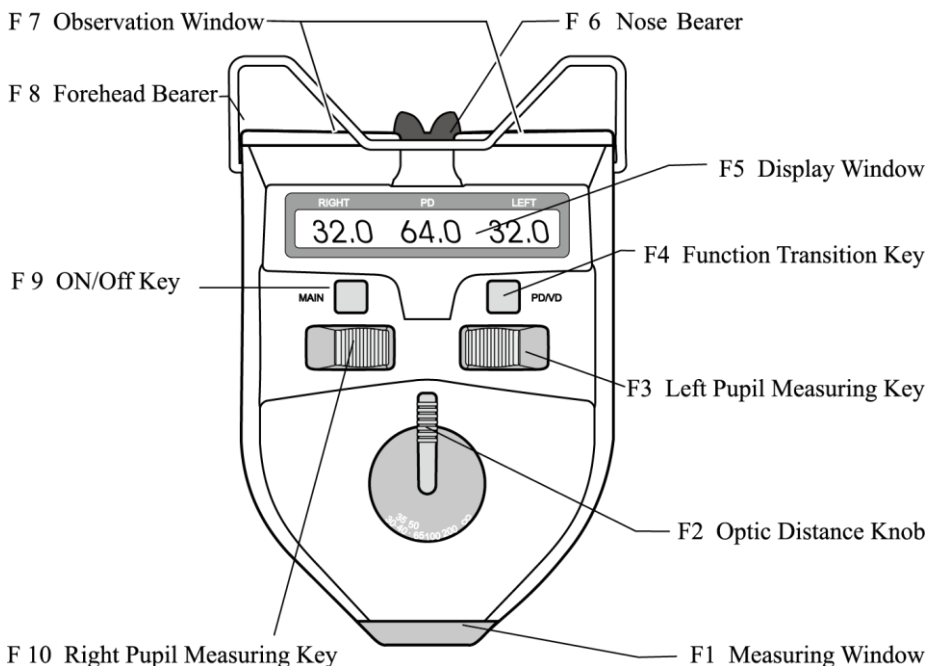

Figure 1
e. Afin de mesurer la distance pupillaire à différentes distances optiques, veuillez d'abord tourner le bouton de distance optique (comme indiqué sur la Fig.1 NO.2) sur vos distances optiques, puis effectuez votre mesure. Cet appareil définit différents emplacements de distance optique tels que 30 cm, 35 cm, 40 cm, 50 cm, 65 cm, 1 m, 2 m et .